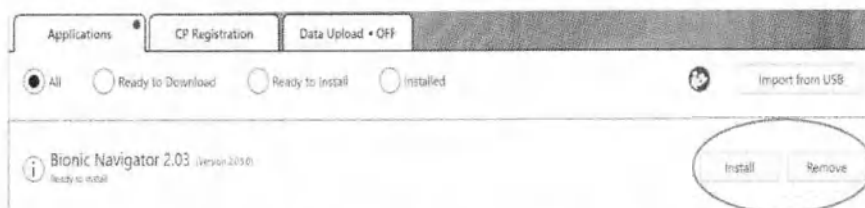

Рисунок 18. Подтверждение деинсталляции
8. В AirWave перейдите во вкладку **Applications** (Приложения) и убедитесь, что программное обеспечение успешно удалено (Рисунок 18).
Примечание. После деинсталляции программного обеспечения рядом с его названием появятся две кнопки: **Install** (Установить) и **Remove** (Удалить) (Рисунок 18).